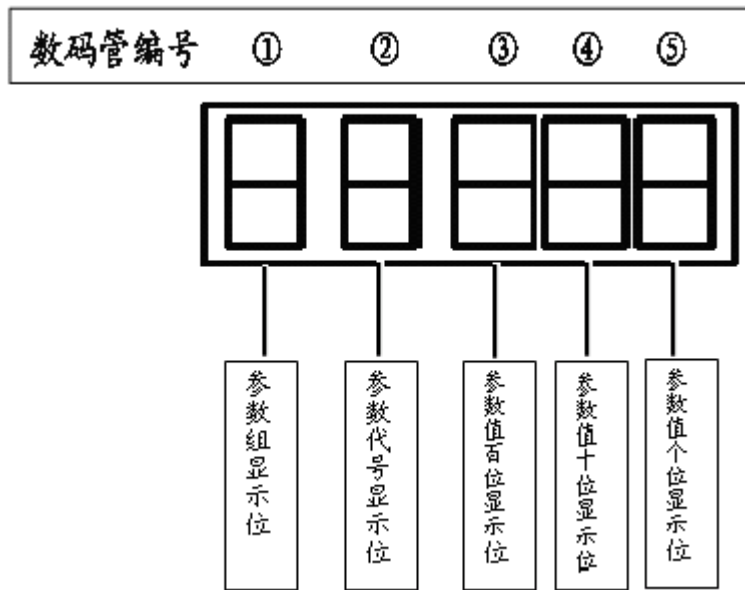

图 6 数码管显示示意图
分。其中每个数码管的显示功能定义如图 6 所示：
参数设定范围主要指的是每组参数的参数值的设定范围，即图 6 中第③、④、⑤个数码管值的范围，具体每个参数的设定范围如表 6 所示。
参数组设定方法: 用“▶”即操作位循环右移键将光标移到参数组号位置 (图 6 中的第①个数码管), 见图 8。